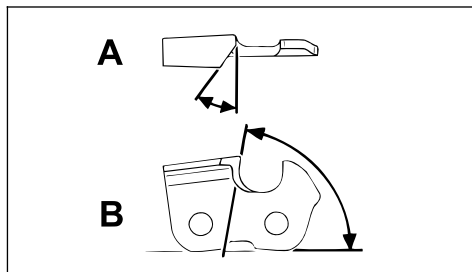

Рис. 61
11.8.3 Угол заточки и передний угол (рис.61)